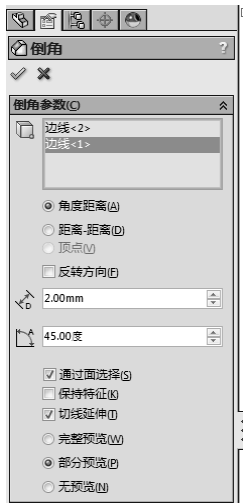

图 4-128 设置倒角属性
- [2] 设置倒角属性, 在“倒角参数”下的边线、面或顶点中选择“边线<1>”、“边线<2>”, 选择“角度距离”, 在距离中输入“2.00mm”, 在角度中输入“45.00度”, 如图 4-128 所示。